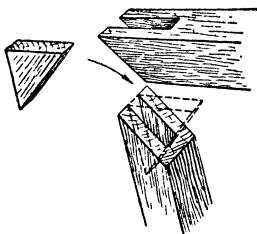

Рис. 29.
- 2) на плоский вставной треугольный шип (рис. 29);